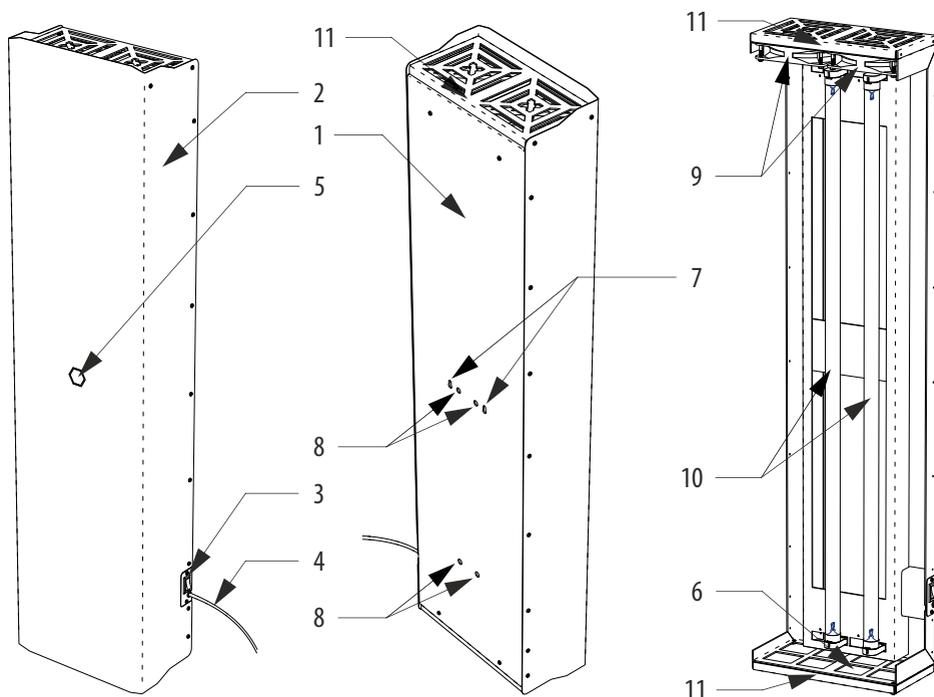

Рисунок 1. Общая конструкция очистителя воздуха ОВУ-04.
- 6.3. Измерьте межцентровое расстояние расстояние между проушинами 7 (см. рис.1). С помощью уровня и линейки (рулетки) разметьте на стене отверстия для монтажа. Выбирайте крепёж в соответствии с материалом стен: шурупы для деревянных стен или стен из древесных материалов; дюбеля с шурупами для бетонных, кирпичных или газосиликатных стен; специальный крепёж для стен из ГКЛ.